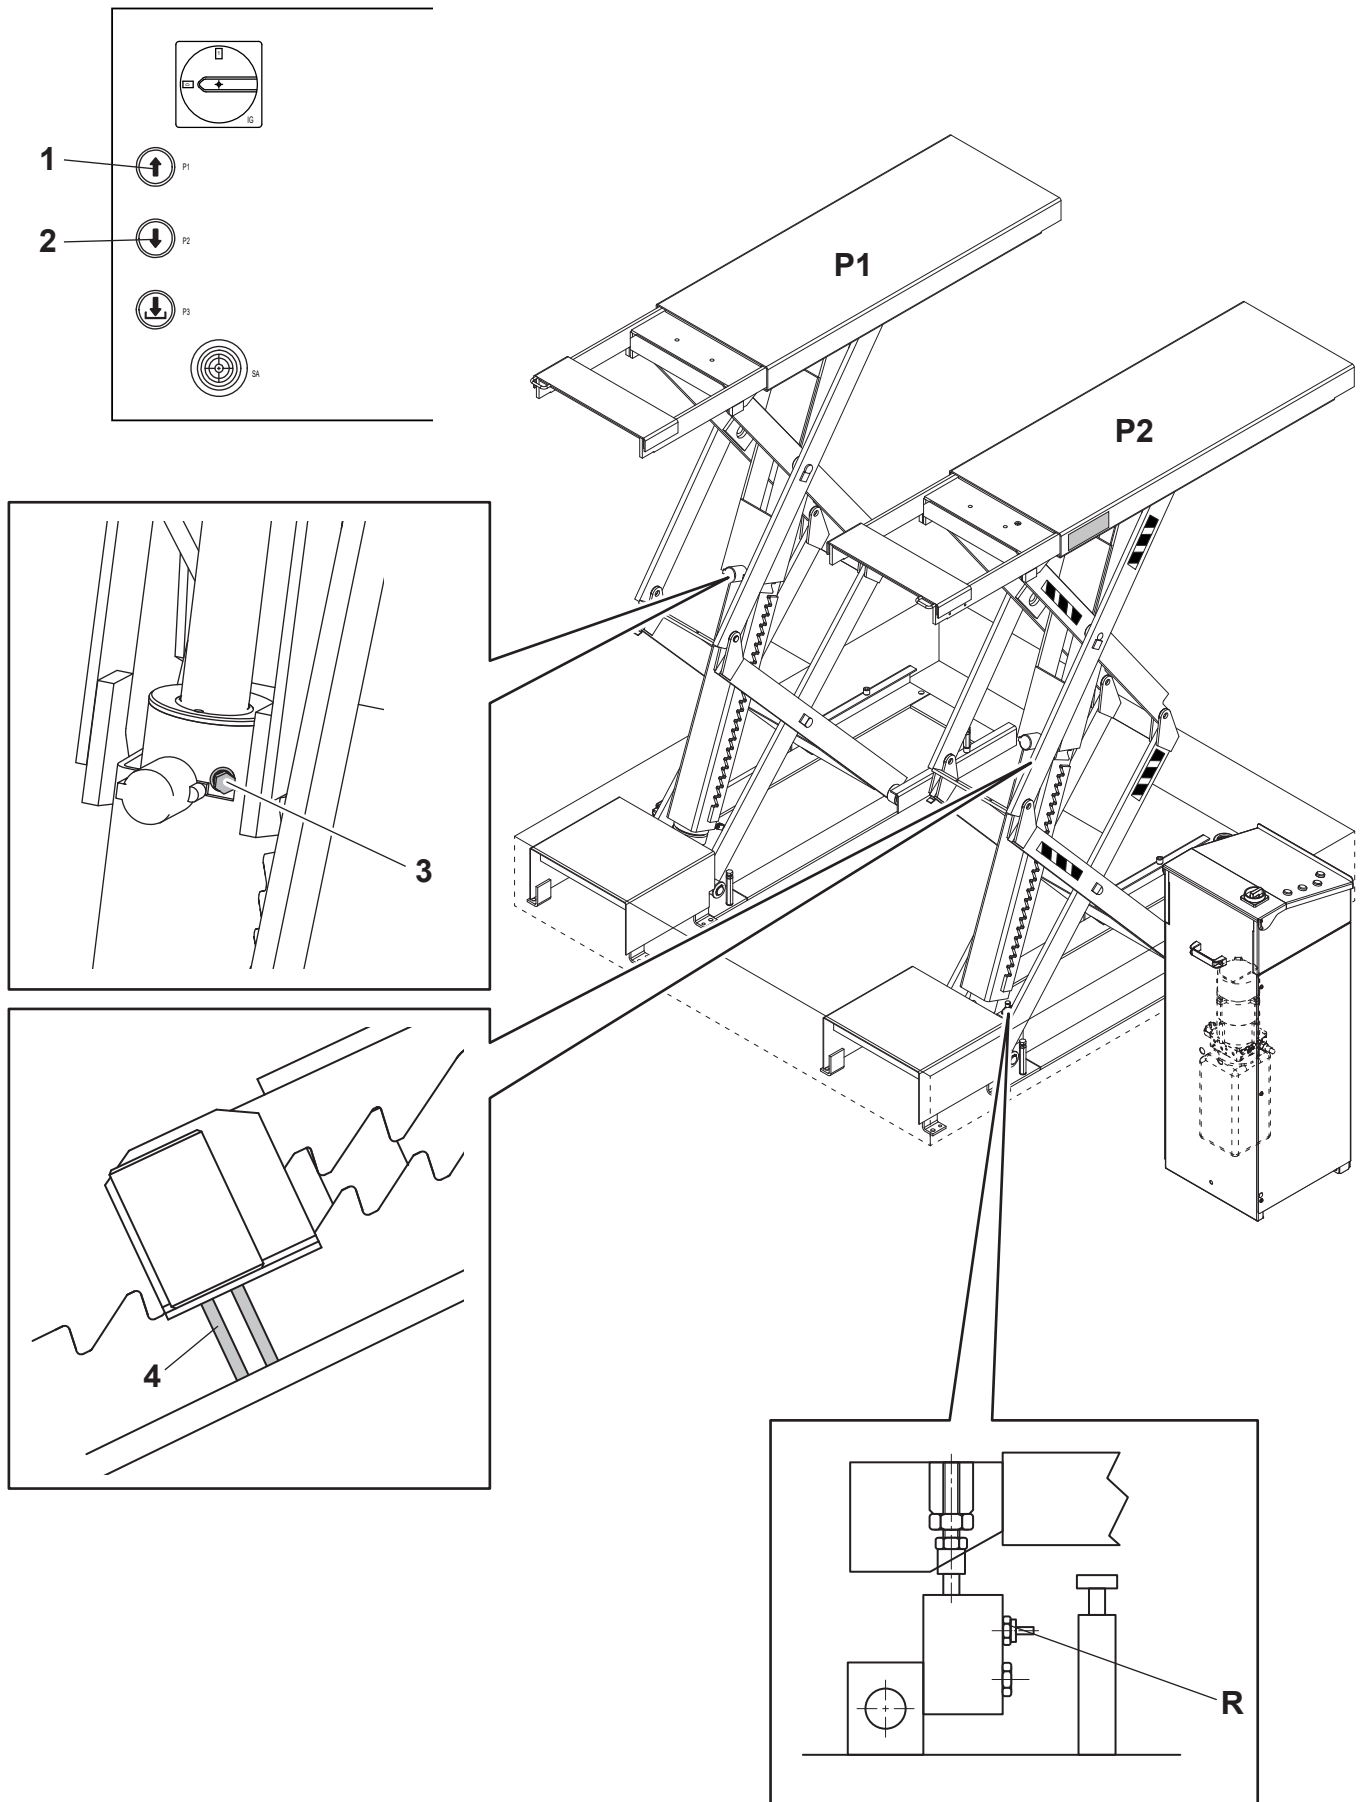

Fig. 19
Durante il collegamento dei tubi potrebbe entrare un po' di aria e quindi, per ristabilire il corretto funzionamento, operare come segue: con il rubinetto R chiuso (vedi Fig. 19), premere il pulsante di salita (1) fino a battuta meccanica pedana P1 (non importa la pedana P2).
with stopcock R closed (Fig. 19), press the up button (1) until platform P1 reaches the mechanical stop (the position of P2 is not important).
Während des Anschlusses der Leitungen könnte etwas Luft eintreten. Zur Abhilfe bzw. Wiederherstellung des einwandfreien Betriebs, wie folgt vorgehen: bei geschlossenem Hahn R (Abb. 19) die Hebesteuertaste drücken (1), bis es zum mechanischen Anschlag der Fahrschiene P1 kommt (die Fahrschiene P2 ist unwichtig). Zur Entlüftung die Schraube (3) des Zylinders P1 lösen (P2 könnte sich senken) und wieder anziehen. Die pneumatische Versorgung unterbrechen, damit die mechanische Arretierung des Zylinders P1 am letzten Zahn eingehakt bleibt (Zylinder ganz ausgefahren) und zur Zylinderleitung das Distanzstück (4) (Schlauch aus Rilsan D. 8x6, 30 mm lang) unter die Arretierung des Zylinders P2 einsetzen. Den Hahn R öffnen (2) und über die Senksteuertaste P2 bodeneben absenken und 3-4 Mal wieder bis auf 50-70 cm hochfahren.
Lors du raccordement des tuyaux, de l'air pourrait s'introduire dans le système, il faut donc opérer comme suit pour rétablir le bon fonctionnement: le robinet R (voir Fig. 19) doit être fermé; actionner la montée (1) autant qu'il faut pour mettre le chemin de roulement P1 en sa position de butée mécanique (la position du chemin de roulement P2 n'est pas importante).
Durante la conexión de los tubos podría entrar un poco de aire y por este motivo, para restablecer el correcto funcionamiento es necesario proceder de la siguiente manera: con el grifo R cerrado, ver Fig. 19, presionar el pulsador de elevación (1) hasta el tope mecánico de la plataforma P1 (no interesa la plataforma P2). Destornillar el tornillo (3) del cilindro P1 para purgar el aire (puede comprobarse el descenso de P2) y luego volver atornillar. Quitar la alimentación neumática de manera que el retén mecánico del cilindro P1 se quede enganchado en el último diente (cilindro todo abierto) y colocar debajo del retén del cilindro P2 el distanciador (4) (tubo de rilsan de Ø 8x6 longitud 30 mm) de manera que el cilindro pueda deslizar. Abrir el grifo R y presionando el pulsador de descenso (2) bajar P2